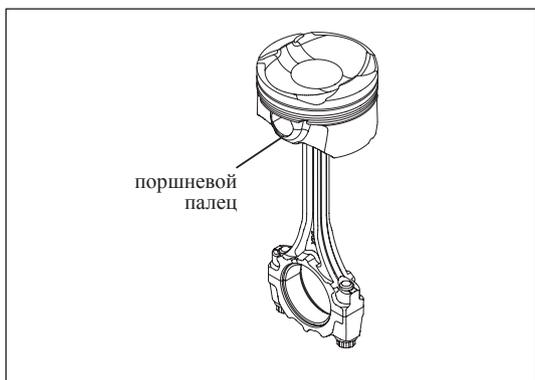
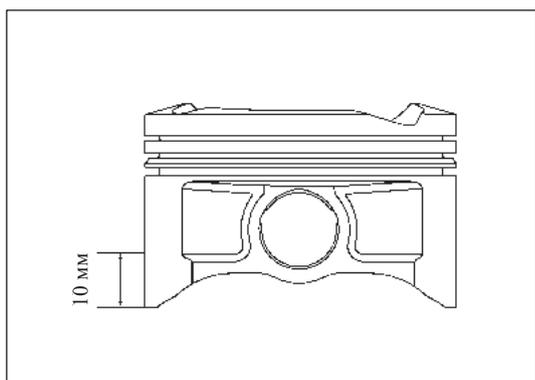

Рис. 13-2-4. Проверка посадки поршневого пальца
Рис. 13-2-5. Измерение диаметра поршня на расстоянии 10 мм
- (1) Проверка посадки поршневого пальца
- » Поршневой палец должен свободно вращаться в поршне и не проскальзывать относительно шатуна, см. рис. 13-2-4.
- (2) Проверка пальца
- » Измерить диаметр поршня на расстоянии 10 мм, как изображено на рис. 13-2-5.